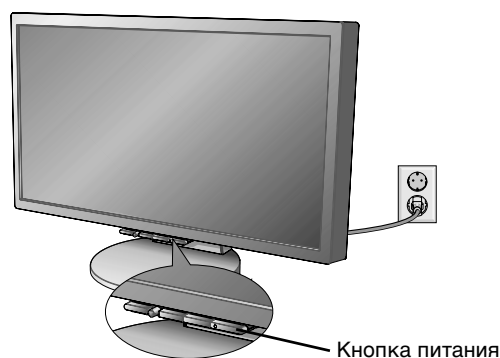

Рисунок E.1
14. Подключите кабель питания к розетке электропитания (**Рисунок E.1**).
15. Включите монитор с помощью кнопки питания на передней панели и компьютер (**Рисунок E.1**).